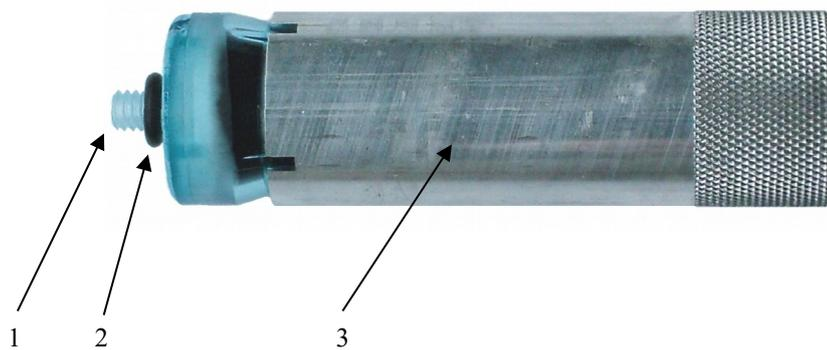

Abb. 7
- Setzen Sie den neuen Filter in das Werkzeug ein. Achten Sie darauf, dass die O-Ring-Dichtung (Abb. 7, Position Nr. 2) an der Filterpatrone vorhanden ist. Führen Sie das Werkzeug mit Filter in die Öffnung an der Gerätevorderseite ein.